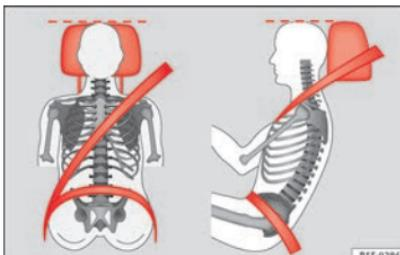

Fig. 86 Appuie-tête correctement réglé, vu de face et latéralement.
- Réglez l'appuie-tête de telle manière que son bord supérieur soit dans la mesure du possible à la même hauteur que la partie supérieure de votre tête, et au moins à la hauteur des yeux »» **fig. 86**.